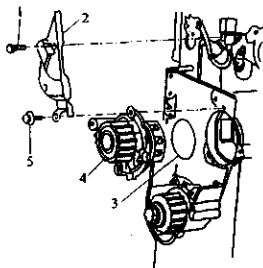

图 2-116 拆卸水泵
9) 拆下水泵, 小心地将其拉出, 如图 2-116 所示。